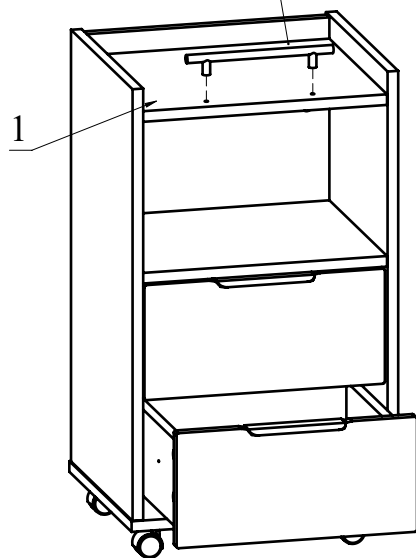

Рис. 11
- Закрепите на детали 1 ручку (Рис. 11). *Если в установке ручки нет необходимости, заглушите неиспользуемые сквозные отверстия в детали 1 с помощью заглушек-пробок 5мм.
- Установите ящики в корпус тумбы (Рис. 11).